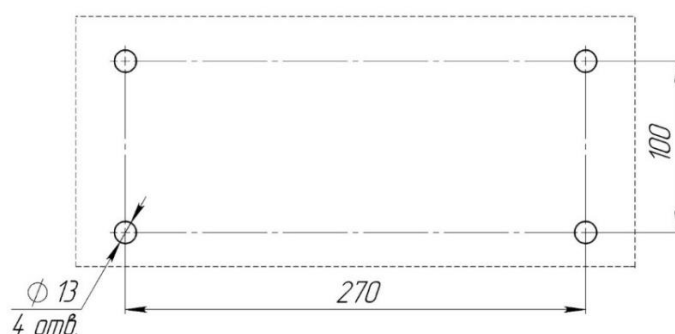

Рисунок 2
3.2.2 Устройства, предназначенные для установки под опорой (KUA-M-H), присоединяются к сети при помощи патрубка соединительного (рисунок 2, поз. 1); устройства, предназначенные для установки над опорой (KUA-M-S), присоединяются к горизонтальной поверхности оборудования при помощи фланца опоры поворотной (поз. 4).